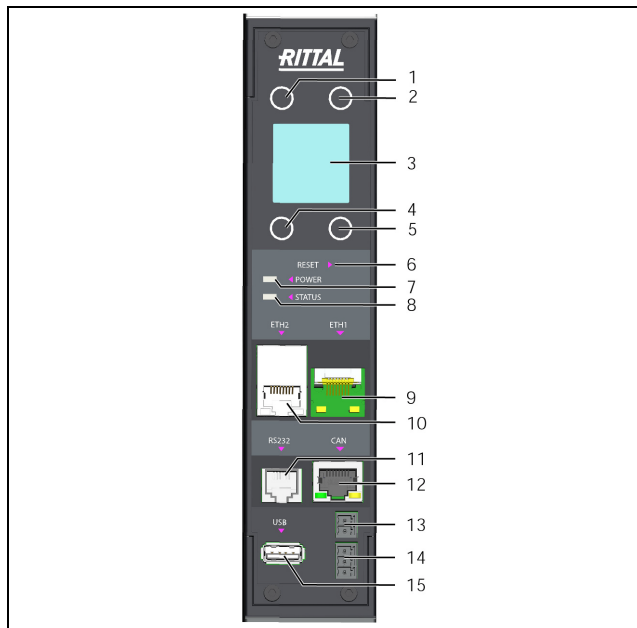

Abb. 5: Bedien- und Anzeigeelemente sowie Anschlüsse CMC III PU 19" Edition
Die Bedien- und Anzeigeelemente sind in Abb. 5 dargestellt.
In der Front der CMC III PU 19" Edition ist eine Multi-LED zur Statusanzeige integriert (Abb. 5, Pos. 8). Des Weiteren sind am CAN-Bus-Anschluss (Abb. 5, Pos. 12) sowie an den Ethernet-Schnittstellen (Abb. 5, Pos. 9 und
Die einzelnen Menüpunkte werden über die „Abwärts“- (Abb. 5, Pos. 5) bzw. die „Aufwärts“-Taste (Abb. 5, Pos. 2) angewählt. Zwischen den einzelnen Menüebenen wird über die „Esc“-Taste (Abb. 5, Pos. 1) bzw. die „Return“-Taste (Abb. 5, Pos. 4) gewechselt.
- Drücken Sie so oft die „Aufwärts“-Taste (Abb. 5, Pos. 2) bzw. die „Abwärts“-Taste (Abb. 5, Pos. 5), bis die gewünschte Ziffer an der ersten Stelle der PIN angezeigt wird.
- Drücken Sie die „Return“-Taste (Abb. 5, Pos. 4), um zur zweiten Stelle der PIN zu wechseln.